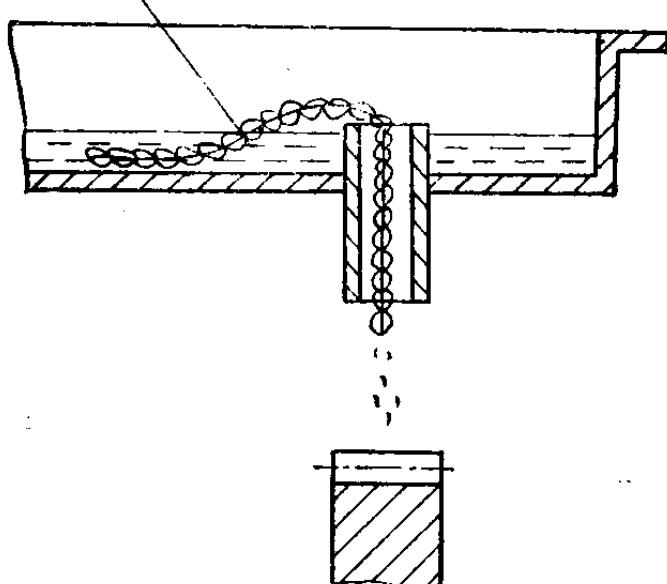

图 1-3 油绳润滑
(2) 溅油润滑 车床密封的齿轮箱内零件一般利用齿轮的转动把润滑油飞溅到各处进行润滑。
(3) 油绳润滑 用毛线浸在油槽内，利用毛细管作用把油引到所需要的润滑处(图 1-3)。
(4) 弹子油杯润滑 尾座和中、小拖板丝杠滑动轴承处。
(5) 黄油杯润滑 车床挂轮架的中间齿轮和拖板箱左下端两处，应用黄油杯润滑。